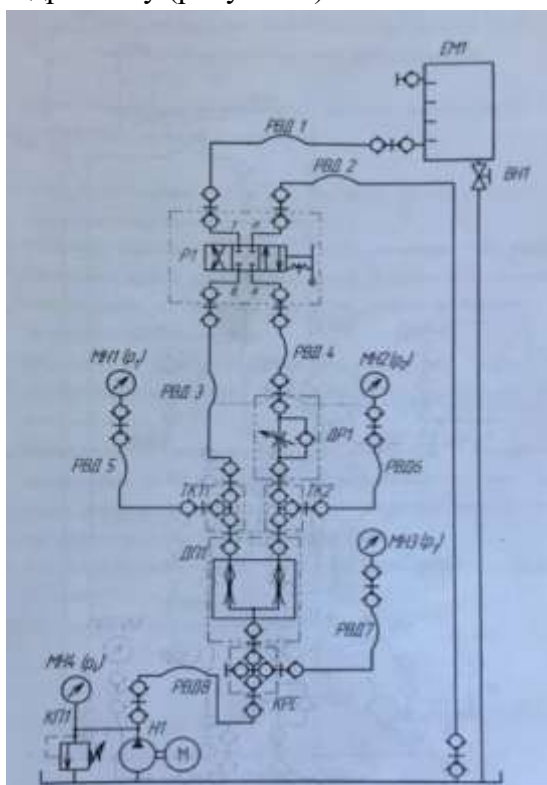

Рисунок 4 - Гидросхема
1. Внимательно изучить гидросхему (рисунок 4).